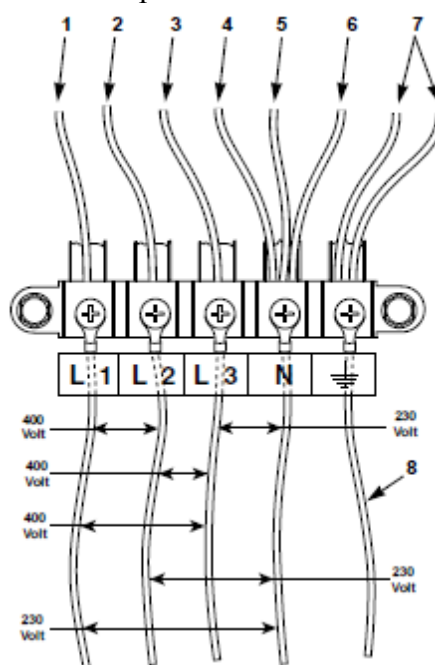

Рисунок 22
8. Разместите табличку 511568 (поставляется в комплекте) под клеммную колодку. Смотрите *Рисунок 22*.